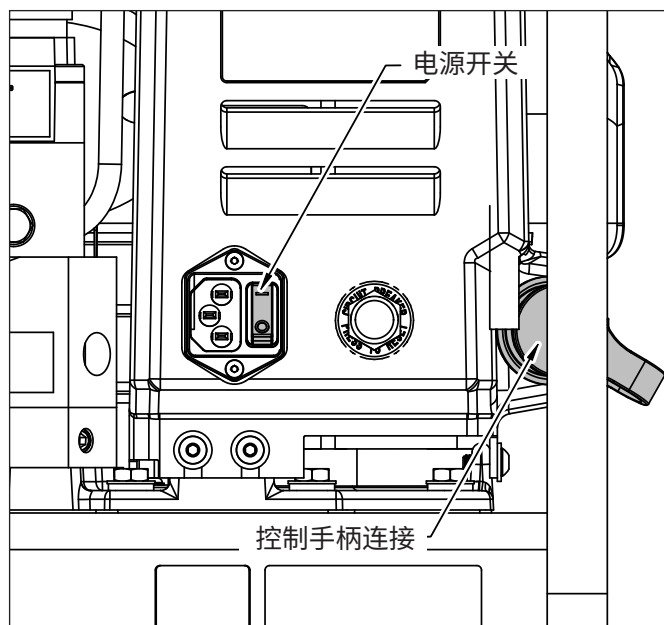

图 2: 电源线和控制手柄连接
2. 将适配电源线安装至图 2 所示插座。
3. 取下泵体前端连接器上的防尘帽,连接控制手柄连接线。参见图 2。
4. 确保将泵开关切至“OFF”(O) 位置。参见图 2。